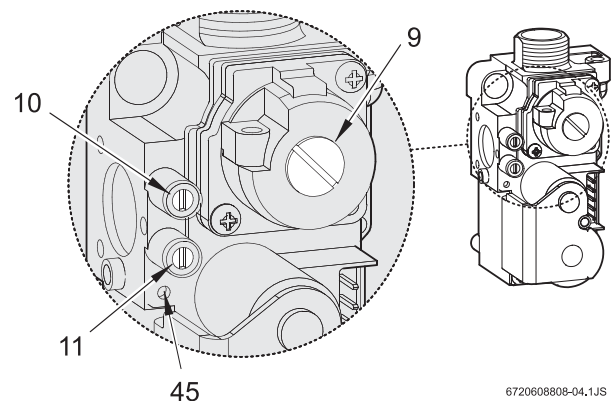

Fig. 4 Valvola gas
- ▶ Smontare il tappo della vite di regolazione (Fig. 4, pos. 9).
- ▶ In caso di gas metano: regolare la portata MAX agendo sulla vite (9) utilizzando la tabella seguente (Tab. 3).